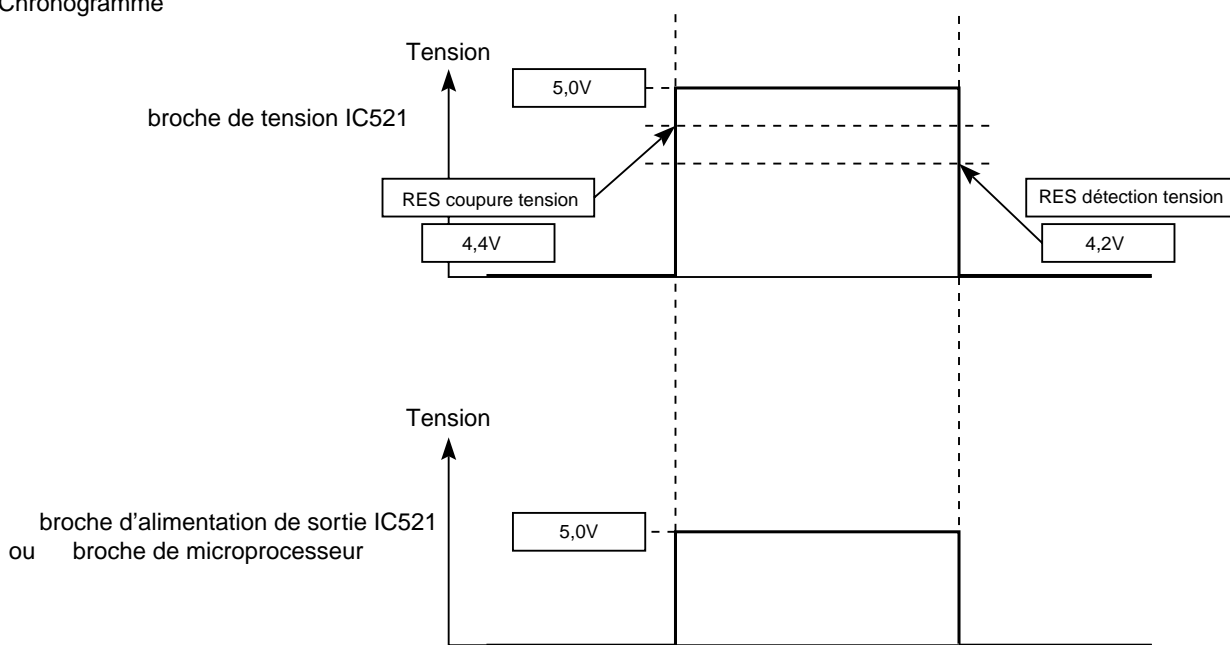

Fig. 1-2
- La forme d'onde de chaque partie quand on passe l'alimentation sur ON et quand on la coupe est montrée dans la Figure 1-2.